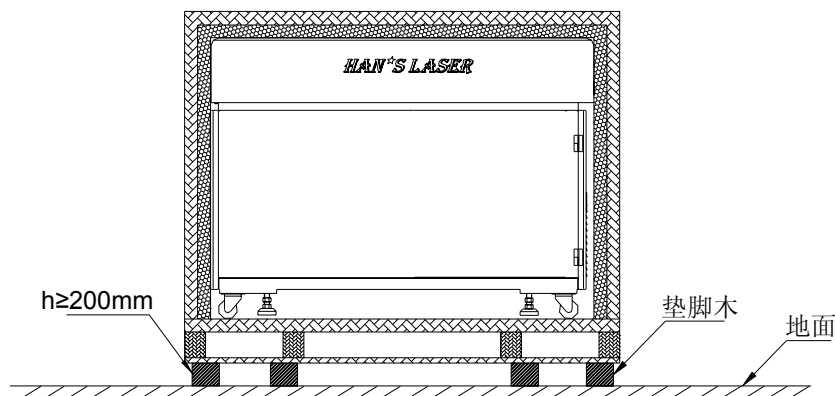

图 7-11 设备垫离地面示意图
- 5) 为防止受潮, 设备包装箱应垫离地面高度至少要求为 200mm, 即图中所示的垫脚木高度 $h \geq 200\text{mm}$ 。如图 7-11 所示: